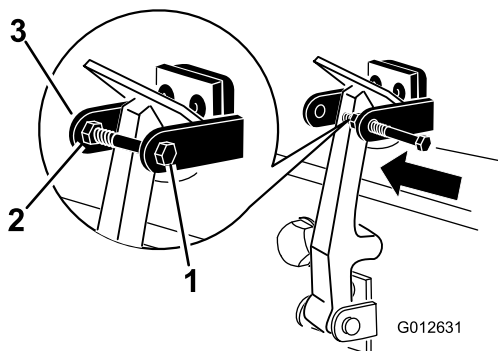

Figura 9
8. Montate il bullone nell'altro braccio della staffa di chiusura del cofano per fissare il fermo in posizione (Figura 9).